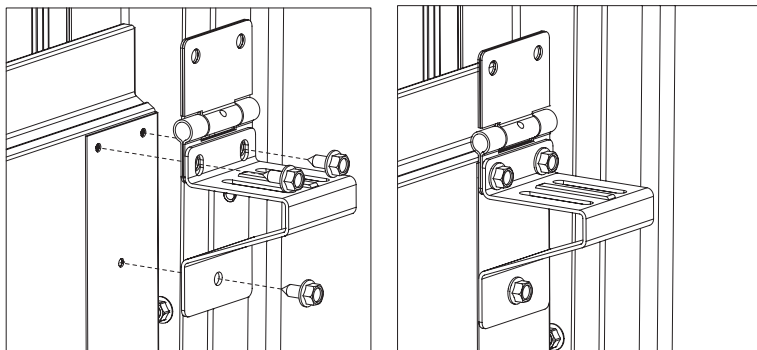

Рис.27.1
- 2) установить и закрепить к секции боковые кронштейны совместно с петлями. Боковой кронштейн накладывать поверх нижней части петель. Крепление производится тремя самонарезающими винтами 6,3x16 (рис.27.1).